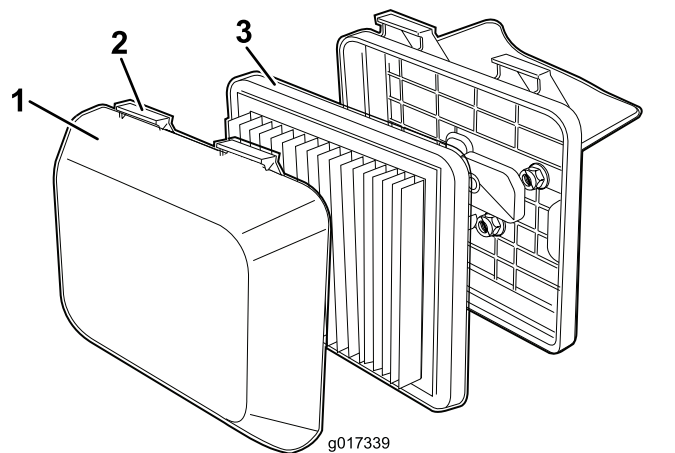

图19
1. 向下按空气滤清器盖子顶部的门锁袢扣 (图19)。
3. 拆下过滤器 (图19)。